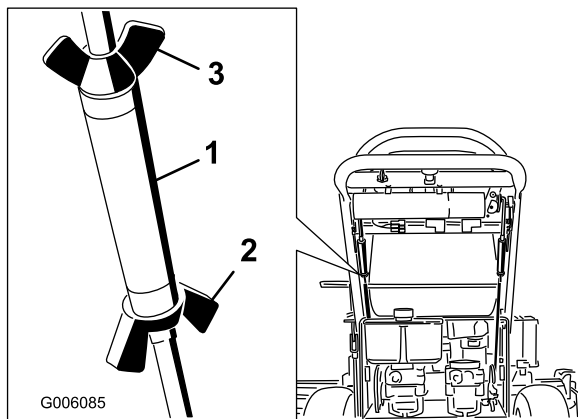

Figura 38
3. Afloje las tuercas de orejeta de la varilla de control derecha, y gire el tensor en un sentido u otro para centrar la palanca de control derecha en la posición de bloqueo/punto muerto. Bloquee el tensor apretando las tuercas de orejeta (Figura 38).
4. Afloje las tuercas de orejeta de la varilla de control izquierda y gire el tensor en un sentido u otro para modificar el avance de la máquina. Bloquee el tensor apretando las tuercas de orejeta (Figura 38)